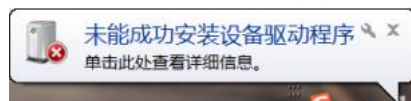

图 6-7 未成功安装驱动
- ①使用 USB 数据线连接上位机和伺服驱动器，显示未能自动安装驱动。如图 6-7 所示。